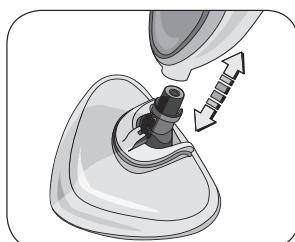
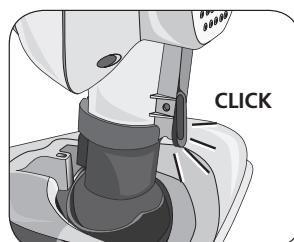

Fig. 2
Fig. 3
Assemblare il corpo dell'apparecchio (P) alla testa vapore (Fig. 2). Il corretto montaggio avviene con un "click" (Fig. 3).